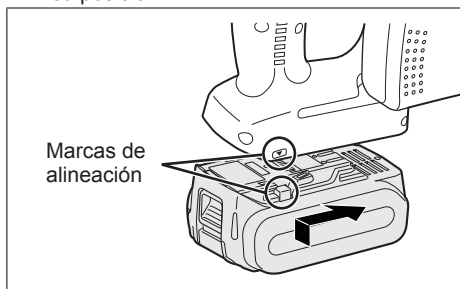

Fig. 2
1. Para conectar la batería (Consulte la Fig. 2.)